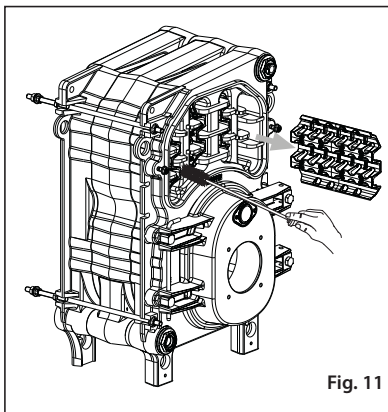

Fig. 11
3.3.1 Latura gaze de ardere centrală (fig. 11)